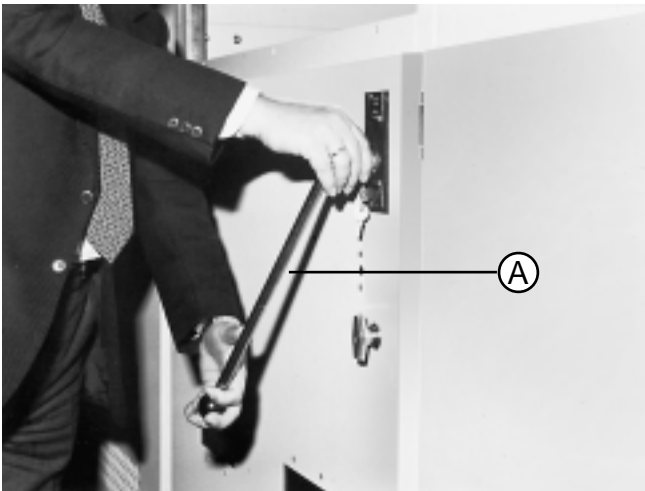
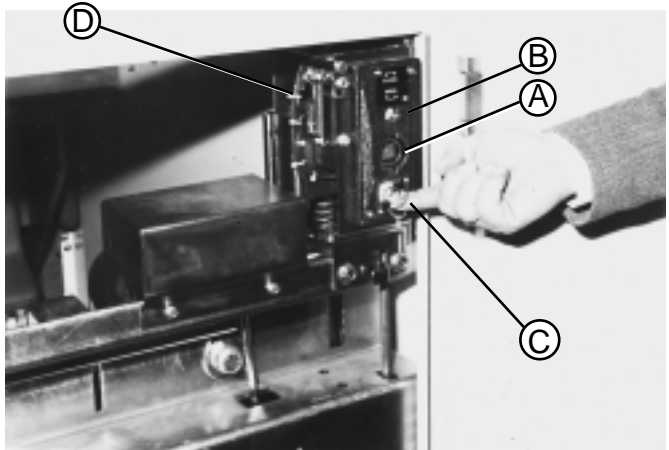

Fig. 4
Fig. 5
- a) Actionnement: une fois que le levier de commande (A - fig. 4) a été introduit dans son siège (A - fig. 5) et que son mouvement de rotation a commencé, il reste verrouillé jusqu'à l'achèvement de la manoeuvre.
- b) Verrouillage électrique: appuyer sur le poussoir (A - fig. 5) pour exciter l'électro-aimant, et introduire le levier de manoeuvre (A - fig. 4).
- c) Verrouillage à clé: introduire la clé dans la serrure (C - fig. 5) et la tourner dans le sens d'environ 90° dans le sens des aiguilles d'une montre, puis introduire le levier de manoeuvre (A - fig. 4).
- e) Fermeture du sectionneur: vérifier l'approbation des verrouillages cités au § 1.2.1; insérer le levier de manoeuvre (A - fig. 4) et le tourner de 180° dans le sens contraire aux aiguilles d'une montre.
- f) Ouverture du sectionneur: vérifier l'approbation des verrouillages cités au § 1.2.1; insérer le levier de manoeuvre (A - fig. 4) et le tourner de 180° dans le sens des aiguilles d'une montre.
- a) Activation: once the operating lever (A - fig. 4) has been inserted in its seat (A - fig. 5) and its rotation started, it remains locked until the operation has been completed.
- b) Electric lock: press the pushbutton (B - fig. 5) to energise the electromagnet and insert the operating lever (A - fig. 4).
- c) Key lock: insert the key in the lock (C - fig. 5) and turn it about 90° clockwise, then insert the operating lever (B - fig. 4).
- e) Earthing switch closure: check that there is consent of the locks mentioned in point 1.2.1. Insert the operating lever (A - fig. 4) and turn it 180° anticlockwise.
- f) Earthing switch opening: check that there is consent of the locks mentioned in point 1.2.2. Insert the operating lever (A - fig. 4) and turn it 180° clockwise.
- S'il n'y a que le verrouillage électrique, lever le ressort à lames (A-fig. 6) qui entraîne avec lui l'électro-aimant, ce qui permet d'introduire partiellement le levier de commande (A - fig. 4).
- Tirer le levier latéralement (D - fig. 5) et insérer à fond le levier de commande (A - fig. 4), et fermer le sectionneur de terre en tournant dans le sens contraire aux aiguilles d'une montre.
- S'il n'y a que le verrouillage à clé, tourner la clé de déblocage (C - fig. 5) d'environ 90° dans le sens contraire aux aiguilles d'une montre, ce qui permet d'introduire partiellement le levier de manoeuvre; pour fermer le sectionneur, exécuter l'opération comme au point d.
- If there is only the electric lock, lift the balance spring (A - fig. 6) which drags the electromagnet with it, allowing partial insertion of the operating lever (A - fig. 4).
- Pull the lever sideways (D - fig. 5) and fully insert the operating lever (A - fig. 4) and close the earthing switch by turning it anticlockwise.
- If there is only the key lock, turn the release key (C - fig. 5) anticlockwise by about 90° allowing partial insertion of the operating lever. To close the switch, carry out the operation in point d.